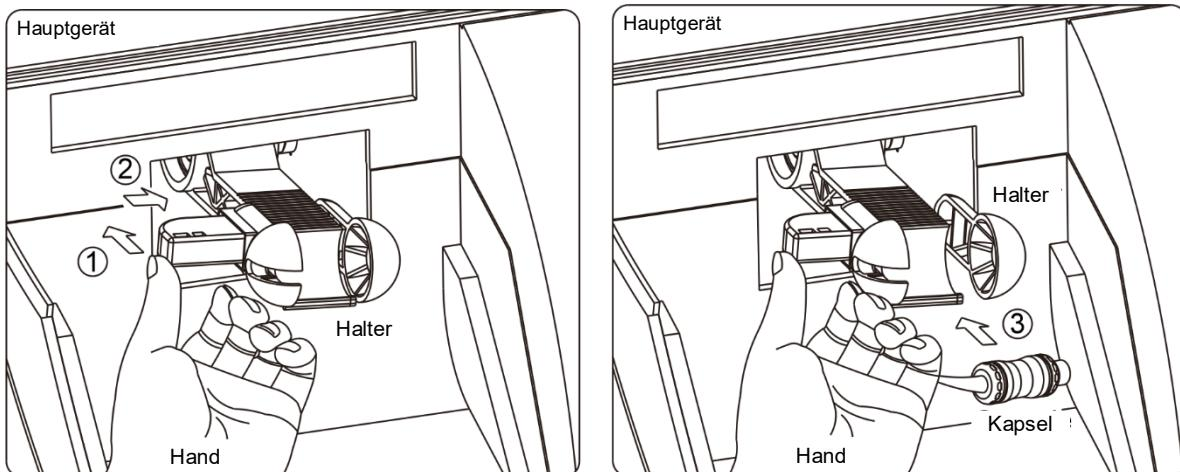

Abb. 3
- 4) Öffnen Sie die transparente Schutzabdeckung und befestigen Sie die Kapsel auf dem Halter des Mischers, dann schließen Sie die Abdeckung. Wie in Abb. 3 gezeigt.